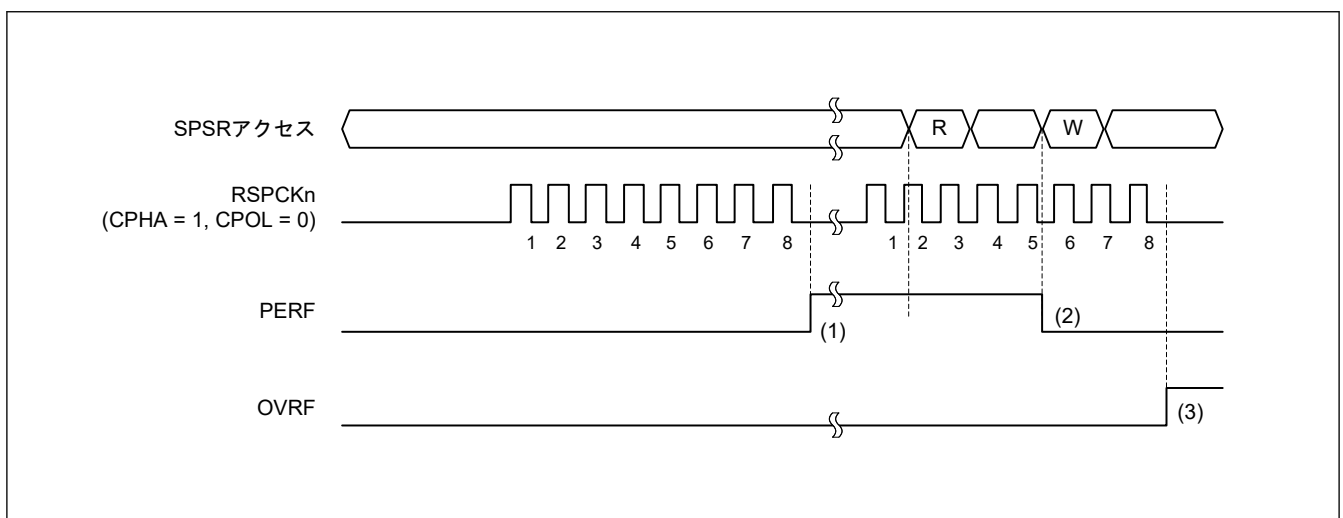

図 31.44 OVRF フラグおよび PERF フラグの動作例
図 31.44 に OVRF フラグと PERF フラグの動作例を示します。図 31.44 に記載の SPSR アクセスは、SPSR レジスタへのアクセス条件を示します。W は書き込みサイクル、R は読み出しサイクルを示します。この例では、SPCR2.SPPE ビットが 1 の状態で全二重シリアル通信を行います。SPCMDm.CPHA が 1、かつ SPCMDm.CPOL ビットが 0 の設定で、SPI は 8 ビットのシリアル転送を実行します。RSPCK_n 波形の下に記載した数字は RSPCK サイクル数 (= 転送ビット数) を示しています。
以下に、図 31.44 の (1) ~ (3) に示したタイミングでのフラグの動作内容を説明します。